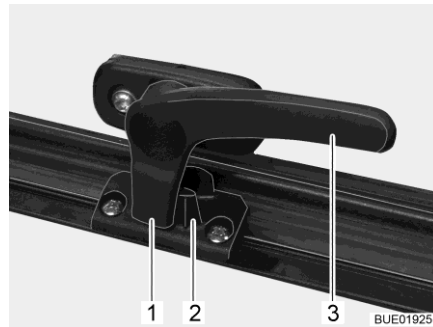

Bild 12 Verriegelungshebel in Stellung "geschlossen"
- Den Verriegelungshebel (Bild 12,3) eine viertel Umdrehung zur Fenstermitte hin drehen.
- Den Verriegelungshebel (Bild 12,3) eine viertel Umdrehung zum Fensterahmen hin drehen. Die Verriegelungsnase (Bild 12,1) liegt auf der Innenseite der Fensterverriegelung (Bild 12,2).
- in Stellung "fest verschlossen" (Bild 12).